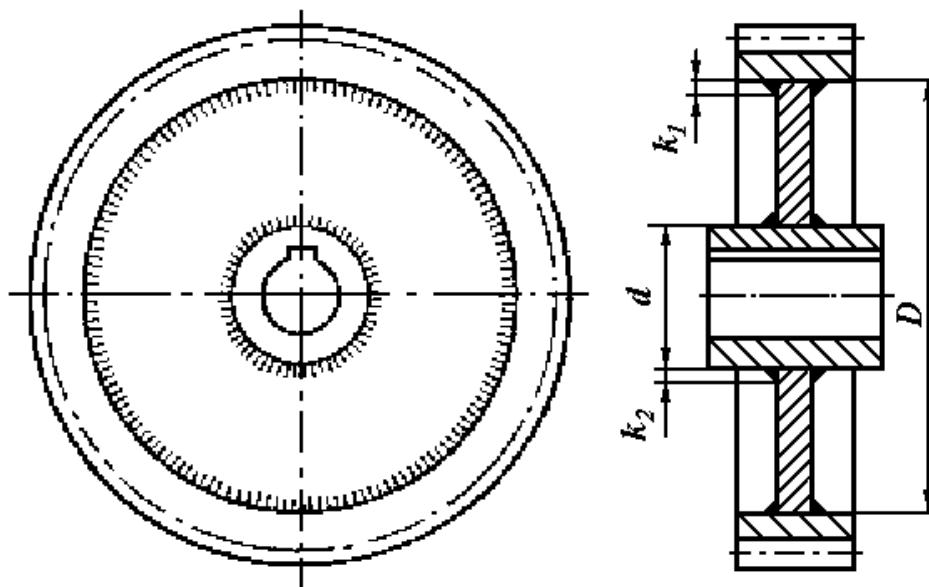

Рисунок 3.10
**Задача 10.** Рассчитать сварные швы, соединяющие зубчатый венец колеса с его диском и диск со ступицей (рисунок 3.10). Передаваемая зубчатым колесом мощность  $P$ , угловая скорость  $\omega$  и его диаметры  $D$  и  $d$  приведены в таблице 3.10 . Соединение выполнено двумя угловыми швами с катетами  $k_1$  и  $k_2$ . Материал обода и ступицы – Сталь 40, материал диска сталь Ст 3. Сварка ручная, электродами Э42.